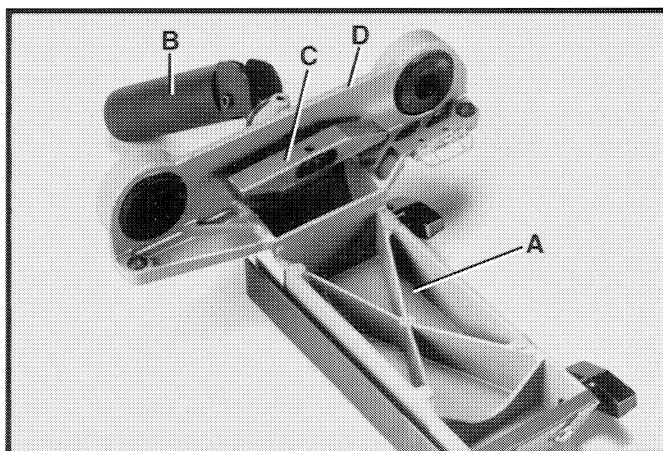
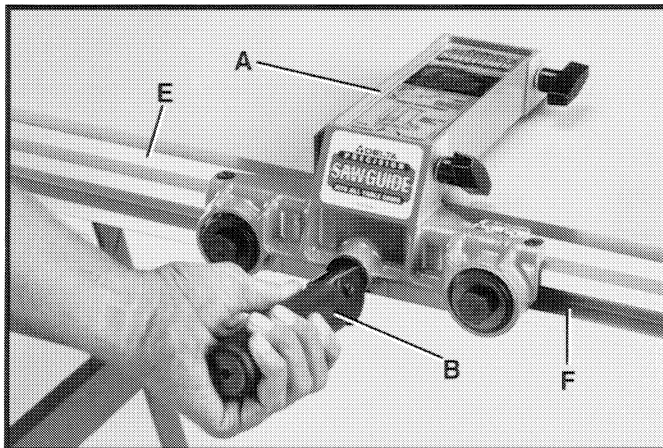

Fig. 43
Fig. 44
1. Ponga el cuerpo de la guía (A) Fig. 43 de cabeza sobre una mesa o banquillo de trabajo. Empuje la agarradera (B) Fig. 43 hacia adentro contra el cuerpo de la guía. Asegúrese que la superficie (C) del soporte de abrazadera esté paralelo al borde (D) del cuerpo de la guía. Gire la agarradera (B) si resulta necesario.
2. Coloque el cuerpo de la guía (A) Fig. 44 de pie nuevamente y colóquelo sobre el riel de guía (E), asegurándose que el soporte de abrazadera (C) Fig. 43 esté insertado en el canal (F) Fig. 44 del riel de guía. Observe que la agarradera de abrazadera (B) Fig. 44 esté en la posición de indentación izquierda.